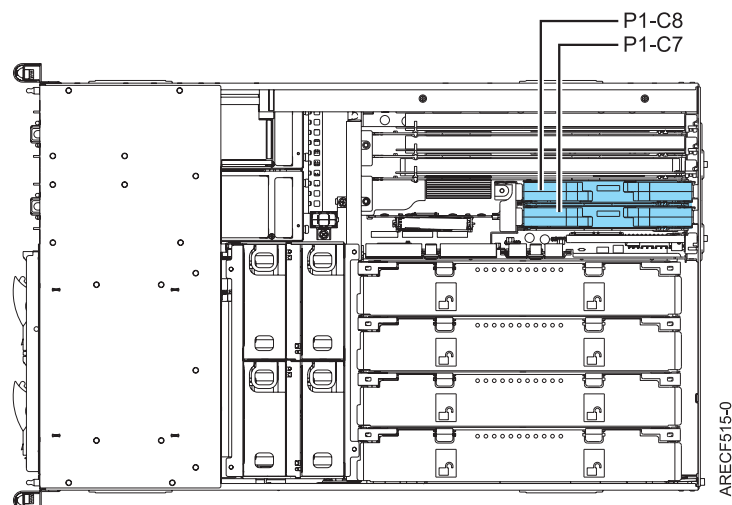

図1. スロット P1-C7 および P1-C8 の平面図
8. GX アダプターを取り付ける適切なスロットを見つけます。プロセッサ・カードが 1 枚しかない場合は、3 ページの図 1 に示すように、フィーチャー・コード (FC) 5616 (GX+) アダプターを使用してスロット P1-C8 を選択する必要があります。2 枚のプロセッサ・カードが取り付けられている場合は、P1-C7 によって GX アダプターもサポートされます。FC 5609 (GX++) DDR アダプターを使用するには、2 枚以上のプロセッサ・カードが必要です。